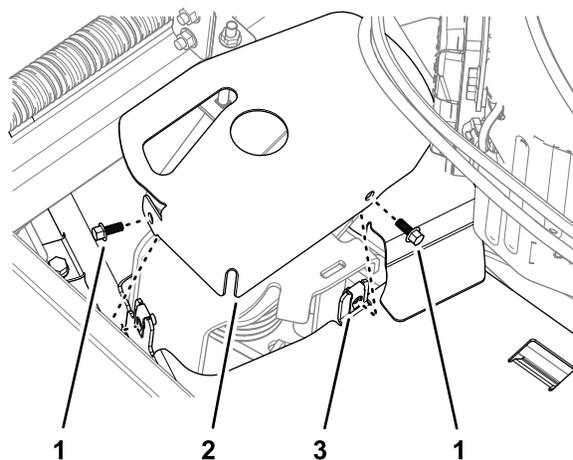

Figura 45
- 4. Montate la protezione del tendicinghia sul copricinghia sinistro con le 2 viti a testa flangiata rimosse in Rimozione del copricinghia sinistro (pagina 28) come mostrato nella Figura 45.